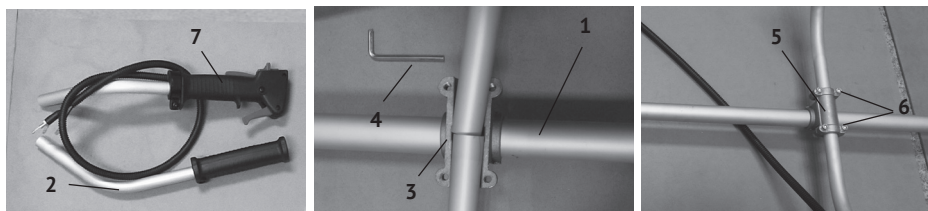

рис.3
- ослабив винты установить основание муфты (рис.3 роз.3) на штангу (рис.3 поз.1);
- ослабив четыре винта (рис.3 поз.6) крышки муфты (рис.3 поз.5), вставить в муфту левую (рис.3 поз.2) и правую (рис.3 поз.7) рукоятки;
- повернув в удобное для работы положение рукоятки, закрепить их, затянув 4-е винта (рис.3 поз.6) крышки муфты;